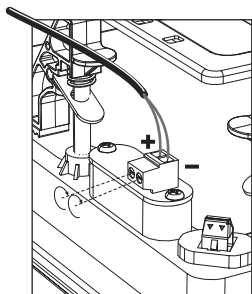

Fig. 7. Connecting Speaker Wires to the Frame
2. Individuare il connettore del terminale a vite sul retro del telaio (Fig. 7). La polarità dei collegamenti è contrassegnata come mostrato nell'illustrazione.